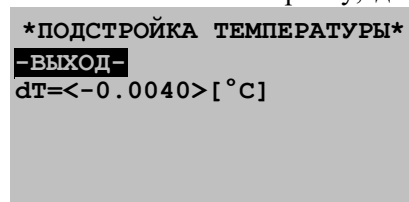

Рис. 7
7.6 При неточном воспроизведении температуры термостатом можно ввести поправку, для этого в «МЕНЮ» необходимо выбрать подменю «Подстройка температуры». Войти в подменю. Рис.7.